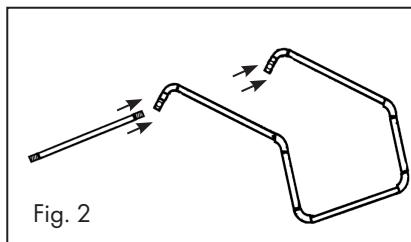

Fig. 2
- Schuif de wielas (2) door de corresponderende gaten in het onderste buisframe (1), zie Fig. 2